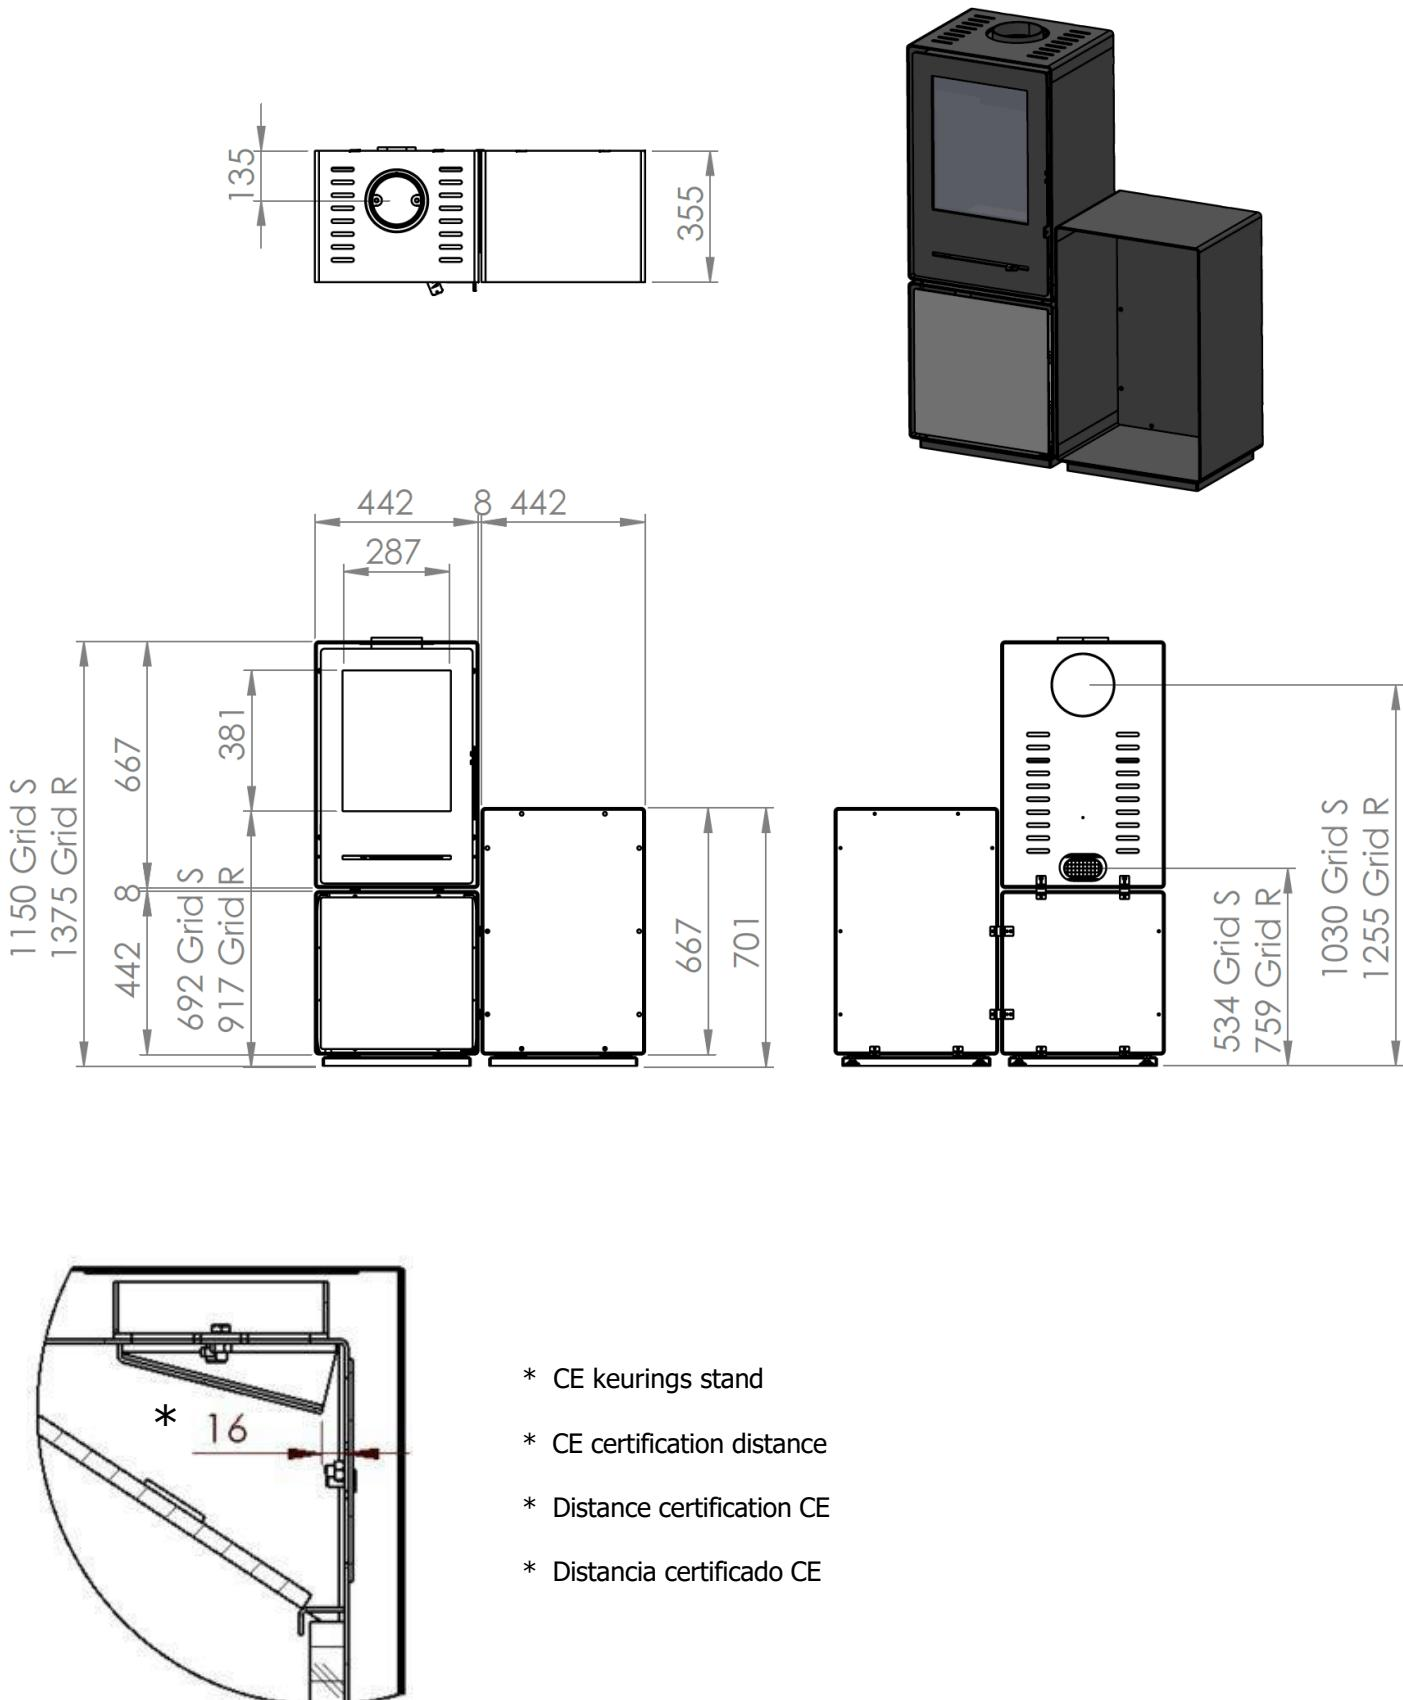

Fig.1
- * Cuando la llama se controla mediante el control deslizante de aire y está nivelada con la parte delantera de la puerta (consulte el Apéndice 2 Fig.1), el aparato arde a su velocidad de combustión nominal.